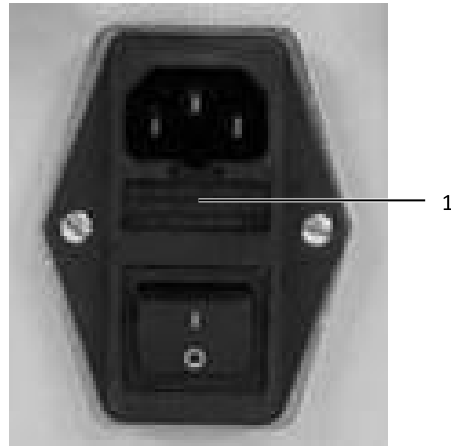

Abb. 27: Sicherungsfach öffnen
- Hebeln Sie das Sicherungsfach (Abb. 27, Pos. 1) mit einem Schlitzschraubendreher aus der Netzfiltereinheit heraus.